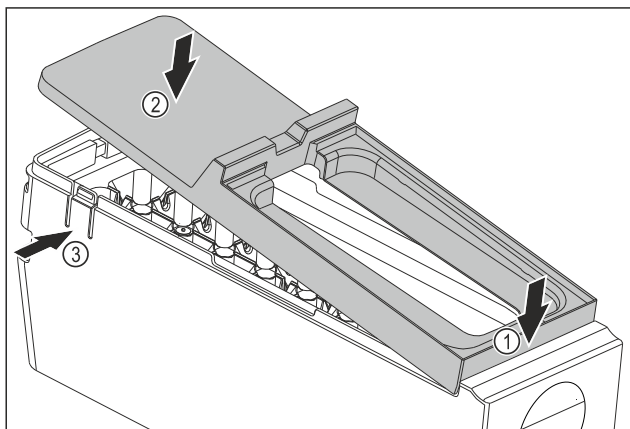

Fig. 177
- Abdeckung des EasyTwist-Ice-Korpus montieren: Abdeckung vorne ansetzen. Fig. 177 (1)
- Abdeckung hinten absenken. Fig. 177 (2)
- Abdeckung rastet hörbar in beiden Laschen Fig. 177 (3) ein.